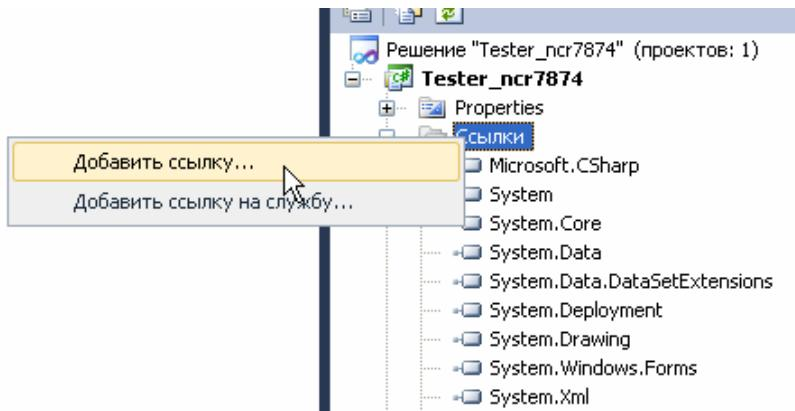

Рисунок 3 – Підключити посилання на СОМ-бібліотеку
4. Підключити посилання на СОМ-бібліотеку. Для цього в проекті по виносці "Посилання" викликаємо контекстне меню і викликаємо необхідний пункт, рисунок 3.